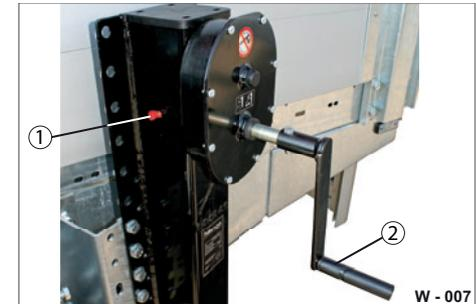

Abb. 6 Spindelstütze schmieren
- ▶ Fahren Sie den Fuß der Spindelstütze mittels Kurbel (Abb. 6/2) komplett aus.
- ▶ Entfernen Sie die Kappe vom Schmiernippel (Abb. 6/1). Reinigen Sie den Schmiernippel mit einem sauberen, trockenen Lappen.